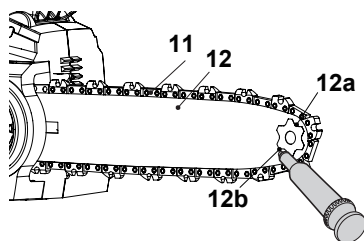

Fig. 38
2. Usando uma pistola de lubrificação descartável, inserir o nariz da agulha no orifício de lubrificação (12b) (Fig. 38) e injectar massa lubrificante até aparecer na borda exterior da roda dentada (12a).